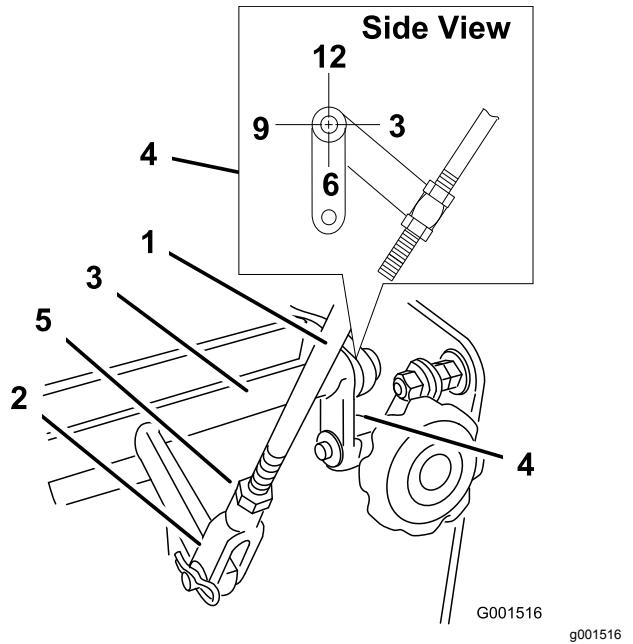

Figure 32
4. Vérifiez l'orientation des languettes aux extrémités de la manivelle de commande de vitesse. Ces languettes doivent être orientées vers le bas et à la position 6 heures approximativement (Figure 32).
5. Ajustez la chape filetée au bas de la tringlerie de commandes de vitesses jusqu'à ce que les languettes soient placées à la position 6 heures (Figure 32).